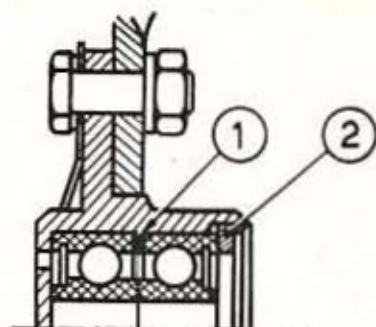

Fig. 13. — Vue en coupe au moyeu de ventilateur débrayage
Le montage de cet ensemble dans le moyeu ne présente aucune difficulté, mais il est nécessaire, comme pour le roulement avant de pompe à eau, de choisir parmi les huit circlips (2) disponibles (fig. 13) le plus épais qui puisse être monté.